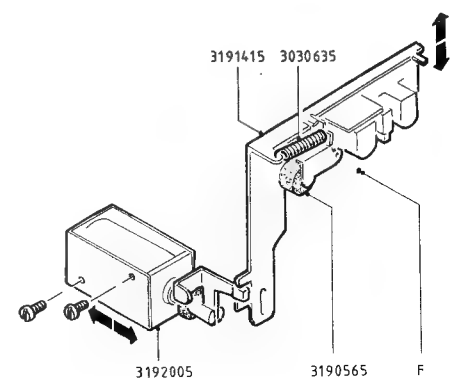

Abb. 7
- Stimmt die Höheneinstellung nicht, sind die Befestigungsschrauben des Andruckmagneten (3192005) zu lösen und der Magnet um das notwendige Maß zu versetzen (Abb. 7).
- c) Bei von den Toleranzangaben abweichenden Gleichlaufwerten (mit Gleichlaufmeßbrücke ermittelt) den Zustand der Andruckrolle (Andruckarm 3190565) und der Feder (3030635) kontrollieren (Abb. 7).